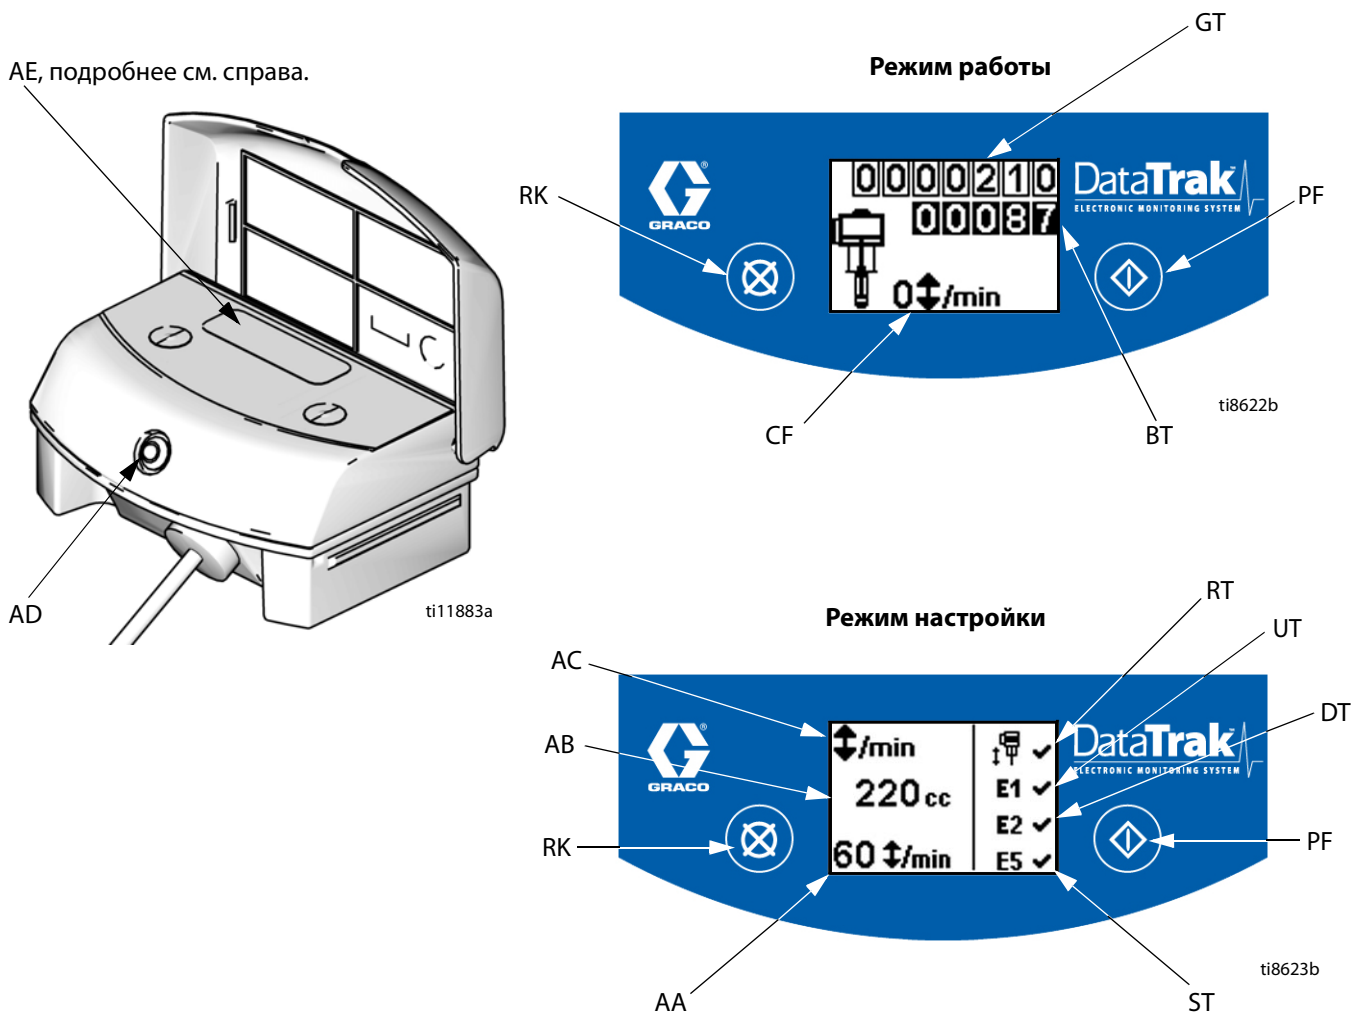

Рис. 8. Элементы управления и индикаторы модуля DataTrak
## Расшифровка обозначений на Рис. 8
1. См. Рис. 8. Нажмите и удерживайте кнопку  в течение пяти секунд, пока не отобразится меню настройки.
Если включена защита от выхода из-под контроля, а также опции ошибок E1, E2 и E5, то на экране настройки отобразится значок . См. Рис. 8.
1. См. Рис. 8. При выходе насоса из-под контроля электромагнит защиты от выхода из-под контроля срабатывает и останавливает насос. Светодиодный индикатор (AD) начинает мигать, и на дисплее (AE) отображается индикатор состояния выхода из-под контроля (см. Таблица 1). На дисплее будут циклически повторяться шесть сообщений с инструкциями.
2. Экраны выхода из-под контроля 1 и 2: для возврата электромагнита защиты от выхода из-под контроля в исходное состояние закройте главный пневмораспределитель (E). Подождите, пока воздух полностью не выйдет из пневматического двигателя.
3. Экраны выхода из-под контроля 3 и 4: когда воздух выйдет, нажмите кнопку выключения электромагнита (J), чтобы вернуть пневмораспределитель в исходное состояние. Кнопка снова отобразится на экране после восстановления давления в пневмораспределителе.
5. Откройте главный пневмораспределитель (E) для перезапуска насоса.
Чтобы отключить защиту от выхода из-под контроля, перейдите в режим настройки и установите для выхода из-под контроля значение 0 (ноль) или переведите переключатель (RT) в положение «выкл»  (см. Рис. 8).
1. См. Рис. 8. Для входа в режим заливки/промывки нажмите любую кнопку, чтобы включить дисплей, а затем нажмите кнопку . На дисплее появится значок заливки/промывки, и светодиод начнет
См. Рис. 8. Последняя цифра на суммирующем устройстве объема партии (BT) означает десятые доли галлона или литра. Чтобы обнулить суммирующее устройство, нажмите любую кнопку для включения дисплея, а затем нажмите и удерживайте кнопку  в течение трех секунд.
См. Рис. 8. Дисплей (AE) выключится через одну минуту бездействия в рабочем режиме или через три минуты — в режиме настройки. Для включения дисплея нажмите любую кнопку.
Модуль DataTrak может диагностировать некоторые проблемы в работе насоса. Если монитор обнаружит проблему, то светодиодный индикатор (AD, Рис. 8) будет мигать и на дисплее отобразится код диагностики. См. Таблица 1.